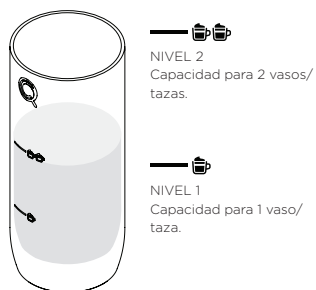

Fig. 19: Coloque la leche en el depósito de leche.
- Coloque la leche en el depósito de leche de acuerdo con la cantidad que pretenda (ver **Fig. 19**).